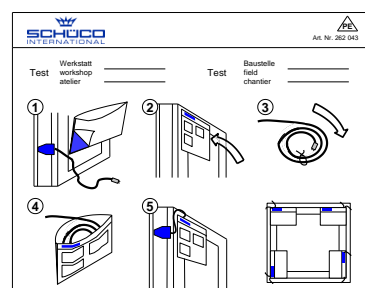

Bild 7. Transportschutzbeutel
- Wickeln Sie die Leitung auf und stecken sie diese in den Transportschutzbeutel (Bild 7).